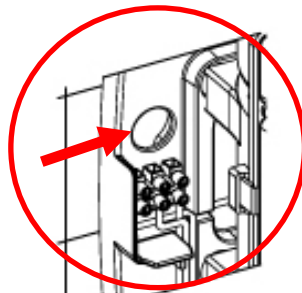

Рисунок 5.
- Пропустить питающие кабели электросети через отверстие диаметром 22 мм. (0,87"), которое расположено над колодкой подключения аппарата (Рисунок 5)